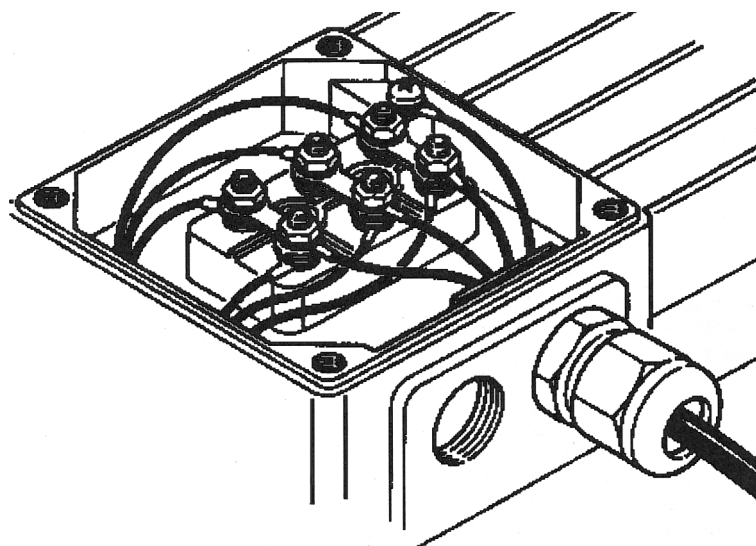

Fig. 3 / Bild 3
- In apparecchi con motori trifasici si dovranno collocare in maniera corretta i ponti di collegamento degli avvolgimenti del motore (vedere fig. 3 - 4, pag. 39).